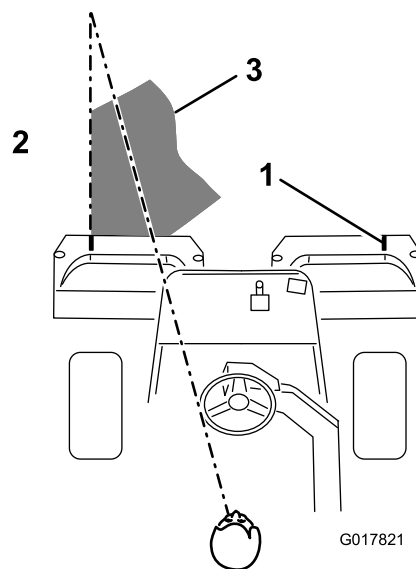

Figura 38
4. Durante le passate di ritorno sovrapponetevi uno spazio minimo alla falciatura precedente. Per tosare in linea retta il green e mantenere la macchina alla medesima distanza dal bordo della falciatura precedente, immaginate una linea da 1,8–3 m circa davanti alla macchina fino al bordo della sezione di green da tosare (Figura 38). Potrebbe essere utile includere nella linea di collimazione il bordo esterno del volante, vale a dire, tenere allineato il bordo del volante con un punto che si trovi sempre alla stessa distanza dalla parte anteriore della macchina (Figura 38).